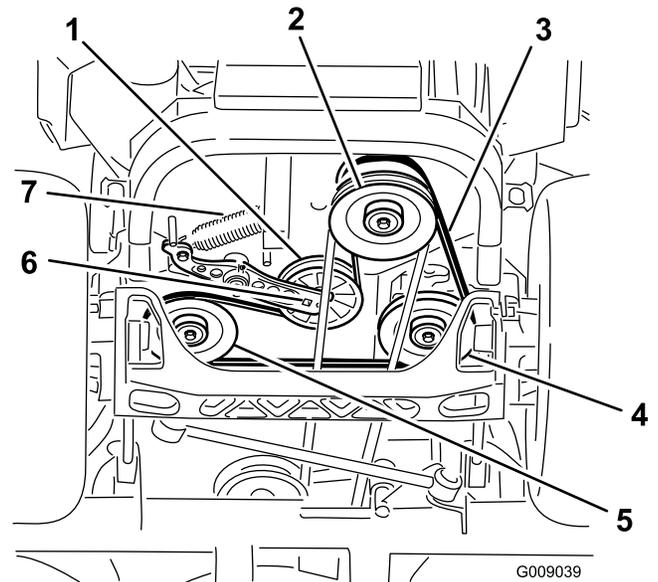

Figura 80
4. Levante la máquina y apóyela sobre gatos fijos (Figura 80).
5. Utilice una llave de carraca en el taladro cuadrado del brazo tensor para retirar el muelle tensor (Figura 80).
6. Desenganche el muelle de la polea tensora del bastidor (Figura 80).
9. Utilizando la llave de carraca en el taladro cuadrado del brazo tensor, instale el muelle tensor en el bastidor (Figura 80).